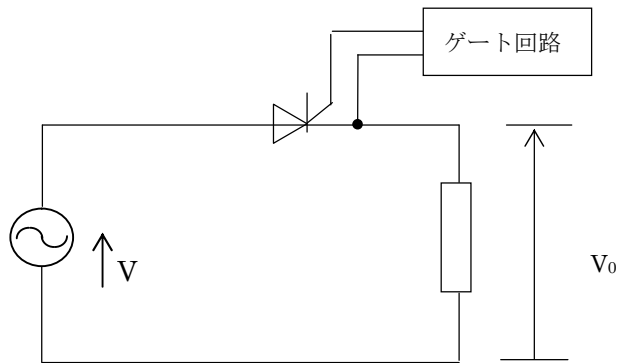

図14-19
- 図14-19中の「ゲート回路」の役目は、出力された半波整流波形の正弦波の部分の欠け方をコントロールする。